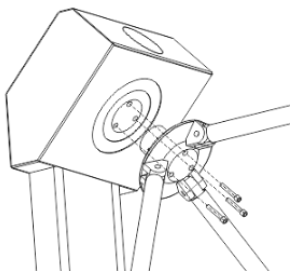

Рисунок 6. Установка ступицы со штангами ограничителями.
- Прикрутите ступицу турникета монтажными винтами из комплекта поставки используя шестигранник 8 мм см.рис.6.